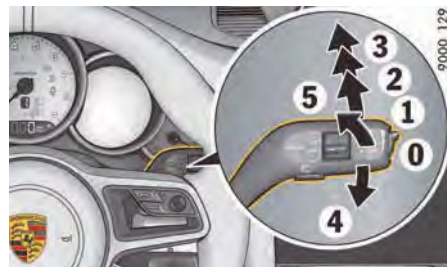

図281: ワイパー・レバー
1. ワイパー・レバーを下方向（図281、4）に1回、動かしてください。